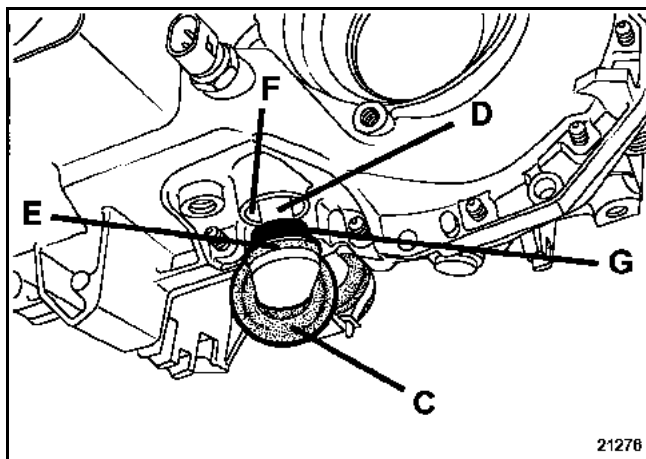

Abb. 2
- Die Staubmanschette (C) über die Schaltachse (D) (**Abb. 2**) abziehen.
- Den Dichtring der Schaltachse (E) von seinem Sitz (F) abziehen und das Öl über die Schaltachse (D) (**Abb. 2**) 2 Stunden lang ablaufen lassen.
- Den Dichtring der Schaltachse (E), die Schaltachse (D) und den Sitz des Dichtrings (F) (**Abb. 2**) mit einem Reinigungsmittel (z. B. **Teile-Nr.: 77 11 171 911**) entfetten.
- Eine Raupe SCELBLOC um den Dichtring (E) herum im Bereich (G) (**Abb. 2**) auftragen.